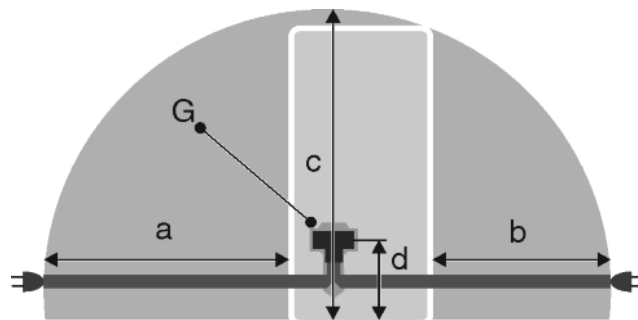

Fig. 22
- De contactdoos bevindt zich buiten het bereik van de achterzijde van het apparaat in het desbetreffende gedeelte Fig. 22 (a, b, c).
- ▶ Breng de apparaatstekker *Fig. 22 (G)* aan de achterzijde van het apparaat aan. Let op het correct vastklikken.